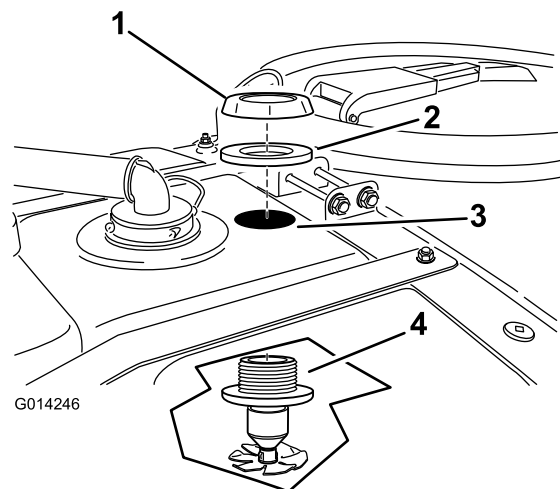

Bild 15
2. Stecken Sie eine Düse durch das gebohrte Loch (Bild 15).
3. Setzen Sie die Kunststoffmutter und die Dichtung auf das freiliegende Gewinde des Schotts oben am Behälter (Bild 15).